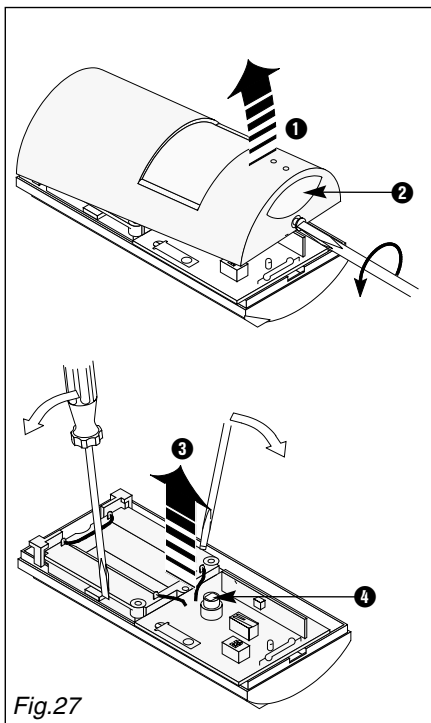

Fig.27
3.4.3.1 Ouverture du boîtier (fig. 27)
- 1- Ouvrez le détecteur comme indiqué à la fig. 27 ①.
- Ne pas appuyer sur la fenêtre "Look-down" ② !
- Ne touchez pas le pyrocapteur ④ !
- 2- Extraire la carte électronique avec un petit tournevis du fond du détecteur sur le support de batterie, conformément à la fig. 27 ③.